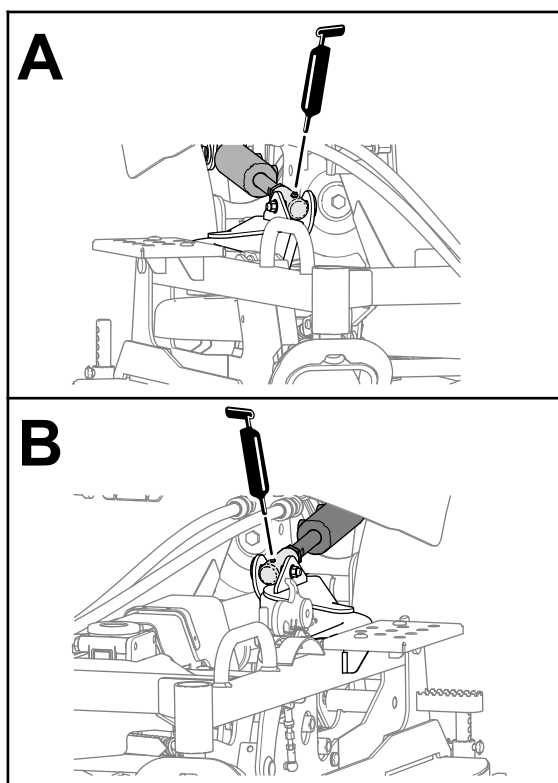

Рисунок 44
- Крепления штоков цилиндров подъема деки (Рисунок 44).